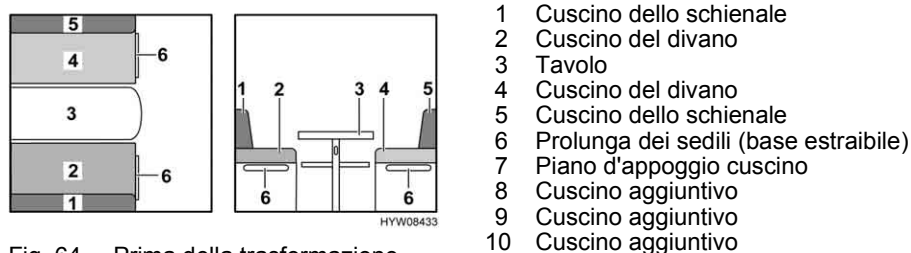

Fig. 64 Prima della trasformazione
- Allungare il tavolo (Fig. 64,3) e trasformare il tavolo in struttura di supporto letto (vedi paragrafo 6.7).
- Rimuovere i cuscini dello schienale (Fig. 64,1 e 5) e riporli.
- Sfilare le due prolunghe dei sedili (Fig. 64,6) dalla piastra di presa.